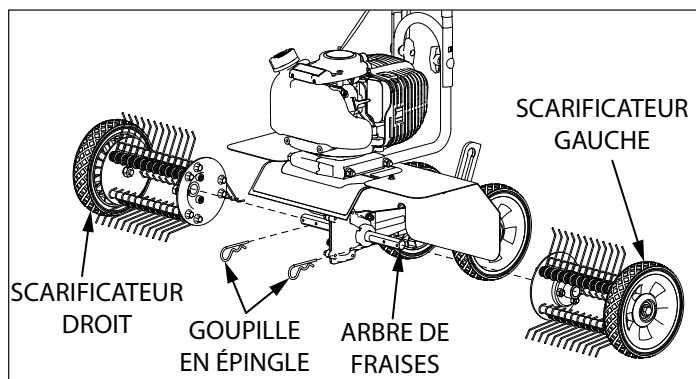

FIGURE 16
6. Enfiler les éléments de scarificateur droit et gauche sur l'arbre de fraises en veillant à placer l'élément droit du côté droit et l'élément gauche du côté gauche, vu depuis la position de conduite. **VOIR FIGURE 16**
7. Attacher les éléments de scarificateur en plaçant les deux goupilles en épingle (46134) fournies avec le nécessaire dans les trous intérieurs de l'arbre de fraises. **VOIR FIGURE 16**